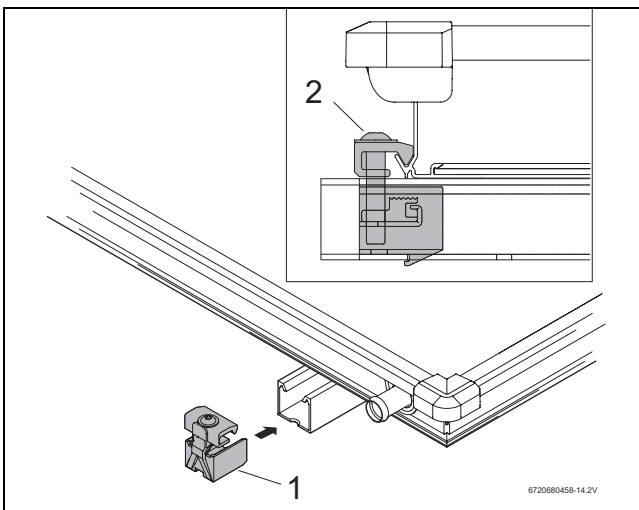

Fig. 57 Sujeción de captador unilateral izquierda
- ▶ Apretar el tornillo de la sujeción doble del captador con la llave SW5. El fijador (→ Fig. 57, [1]) de la sujeción del captador agarra ahora el canto inferior
- ▶ Deslizar la sujeción sencilla del captador (→ Fig. 57, [1]) en los extremos del perfil.
- ▶ Deslizar la sujeción del captador hasta el marco del captador y atornillarla con la llave SW5. El fijador (→ Fig. 57, [2]) de la sujeción del captador agarra ahora el canto inferior del captador.